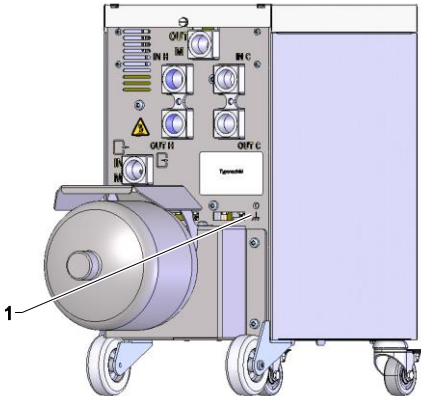

Fig. 16: Terre fonctionnelle
D'importantes sources de perturbation CEM à proximité de l'unité de commutation peuvent influencer son fonctionnement. Dans ce cas, le boîtier de l'unité de commutation doit être mis à la terre à l'aide d'une bande de masse (point de raccordement pour la terre fonctionnelle voir (1) Fig. 16).